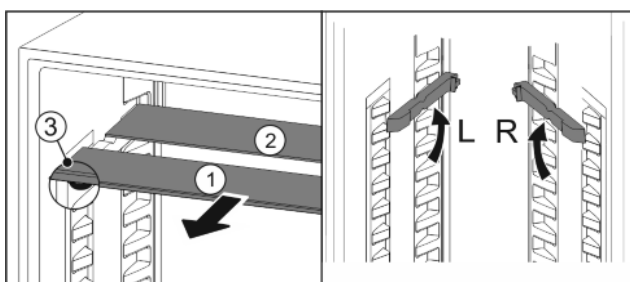

Fig. 20
- ▶ Wyciągnąć Fig. 20 (1) pojedynczo półki szklane do przodu.
- ▷ Szklana płyta Fig. 20 (1) ze stoperami znajduje się z przodu.
- ▷ Stopery wskazują w dół Fig. 20 (3).